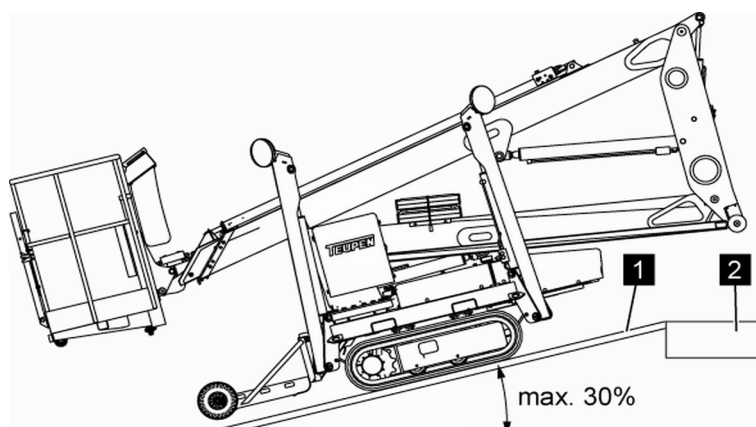

Fig. 37: Transport sur une remorque
1. → Déplacer la plateforme élévatrice en marche avant sur les rampes (Voir la Fig. 37/1).
2. → Lors de la mise en place sur la surface de chargement (Voir la Fig. 37/2), réduire la vitesse.
Lorsque la plateforme élévatrice avec les chaînes est complètement sur la surface de chargement (Voir la Fig. 37/2), il est possible d'accélérer de nouveau.